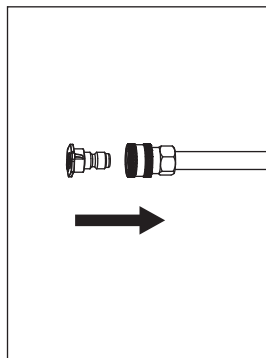

Figure 12 - Insérer la buse au connecteur rapide de la lance
9. Faire pivoter la lance au pistolet. Insérer la buse au connecteur rapide de la lance en tirant le manchon du connecteur vers l'arrière. (voir les figures 12 et 13) (PW190200 seulement)